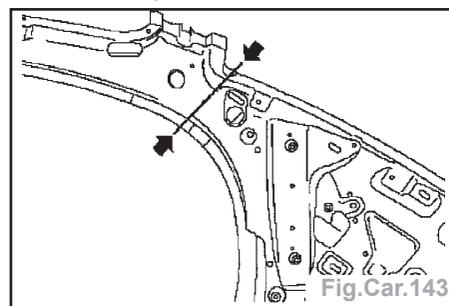

Fig.Car.143
- Séparer le renfort de panneau latéral intérieur (Fig.Car.143).